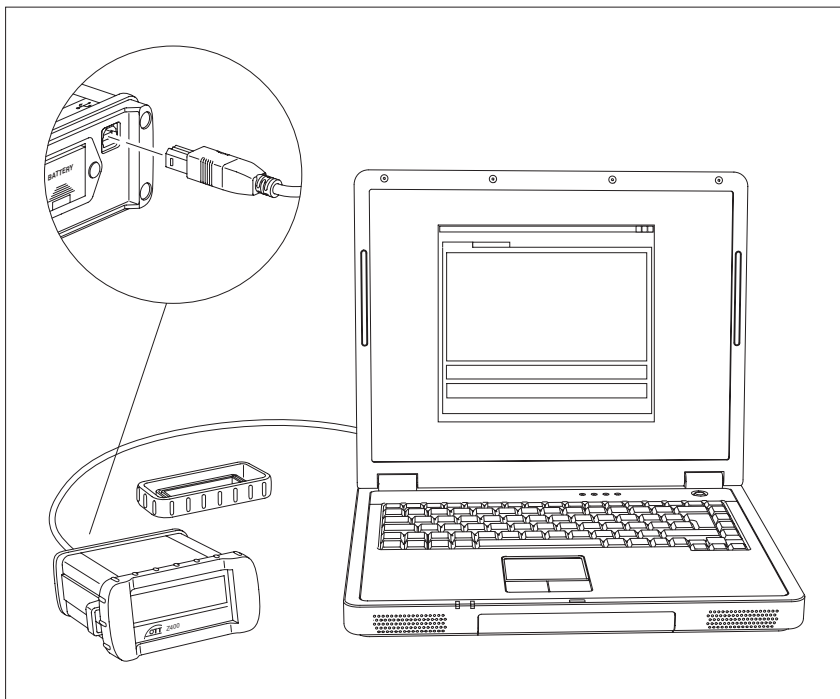

Abb. 5: Z400 über USB-Anschlussleitung an PC anschließen.
- USB-Anschlussleitung wie in der Abbildung 5 gezeigt an Z400 anschließen.